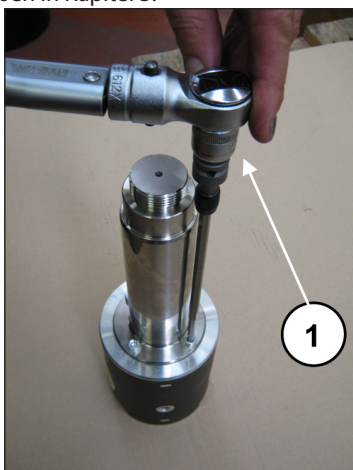

Abb. 51
Spannen Sie die Pleuellführung mithilfe des speziellen Werkzeugs in einen Schraubstock und eichen Sie die Schrauben mit einem Drehmomentschlüssel (Pos. ①, Abb. 51) gemäß Angaben in Kapitel 3.